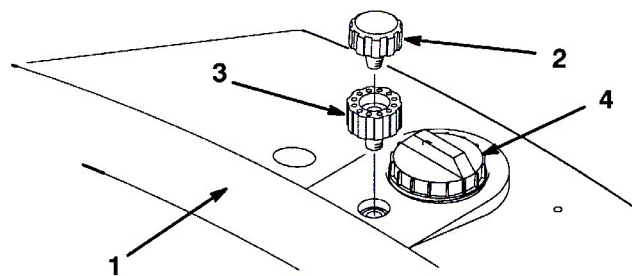

図 8
2. 油圧オイル・タンクにブリーザのエクステンションを取り付ける (図 8)。
3. ブリーザのエクステンションにブリーザ・キャップを取り付ける (図 8)。